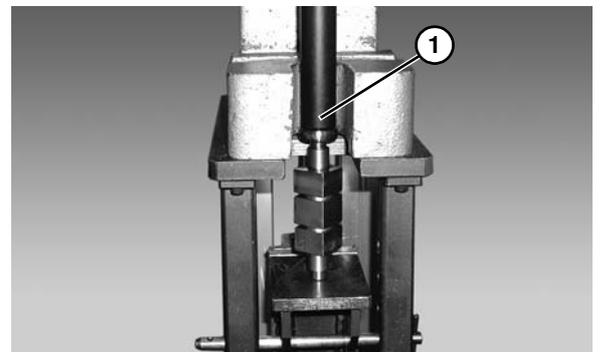

Abbildung 58
4. Das neue Lager mit dem Einbauwerkzeug 450293 (**Abbildung 58, Teil 1**) auf die Treibrolle drücken.